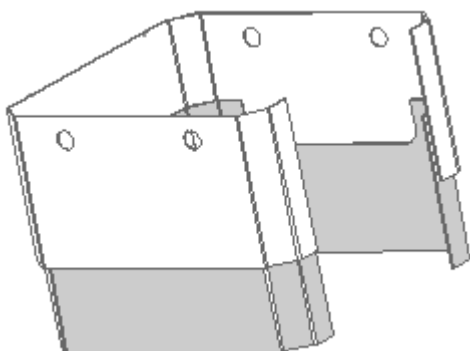

Figure 30: Recouvrements Des Pattes
2. Placez la plus petite « manche », avec les échancrures vers le haut, à l'intérieur de la manche plus large, avec les ouvertures des deux manches orientées vers l'arrière (*Figure 30*).
1. Enlevez les recouvrements des pattes. Pour ce faire, faites glisser la manche extérieure des recouvrements de pattes vers le bas, en enlevant les encoches extrudées de la base en aluminium (voir *Figure 30*).